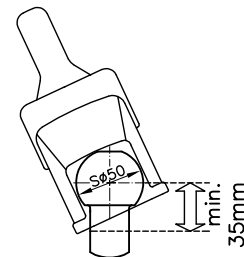
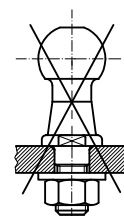
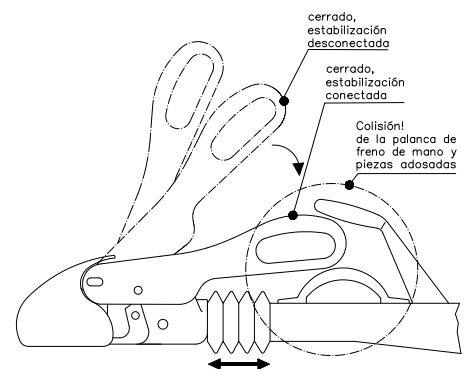

Figura 1: Barra de esfera Vehículo tractor
Figura 2: Perno esférico, atornillado
Figura 5: Activar estabilización
1.3 El enganche esférico de tracción WS 3000/3500 sólo puede ser utilizado conjuntamente con esferas de enganche según DIN 74058 / ISO 1103, cuando el cuello de la esfera en **una zona de 35 mm está libre de elementos adosados**. (Figura 1) (en lugar de 32 mm según DIN 74058 / ISO 1103). Un empleo de WS 3000/3500 en combinación con pernos esféricos con fijación atornillada sin un aseguramiento adicional de unión por fuerza, no está homologado. (Figura 2) Con el dispositivo de estabilización conectado, durante el servicio de conducción, la palanca de mando debe estar libre de piezas del vehículo o de adosados, esto es, al introducir la barra de tracción y movimiento giratorio simultáneo del WS 3000/3500 no se puede producir una colisión con la palanca del freno de mano u otras piezas adosadas. (Figura 5) Se deben observar asimismo las instrucciones de manejo o bien las indicaciones del fabricante del freno de retención.
Para ello se tiene que mover hacia abajo la palanca de mando desde la posición cerrada hasta el tope. (Figura 5) En este caso se tensa el paquete de muelles, que genera la fuerza de opresión a través de los elementos de fricción, sobre la esfera de acoplamiento. A continuación la palanca de mando se encuentra casi paralela al eje de la barra de tracción.